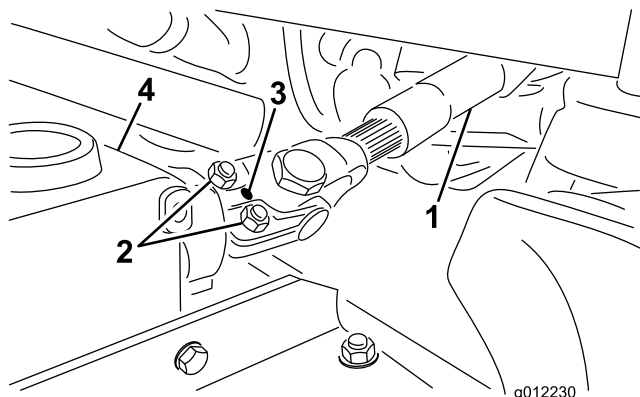

Figure 5
- Insérez l'arbre de PDF mâle dans l'arbre de PDF femelle (Figure 5). Placez les trous de montage de l'arbre d'entrée du boîtier d'engrenages en face des trous de l'arbre de PDF, et réunissez-les.
- Fixez-les ensemble avec une goupille cylindrique (Figure 5).
- Serrez les boulons et écrous (Figure 5).